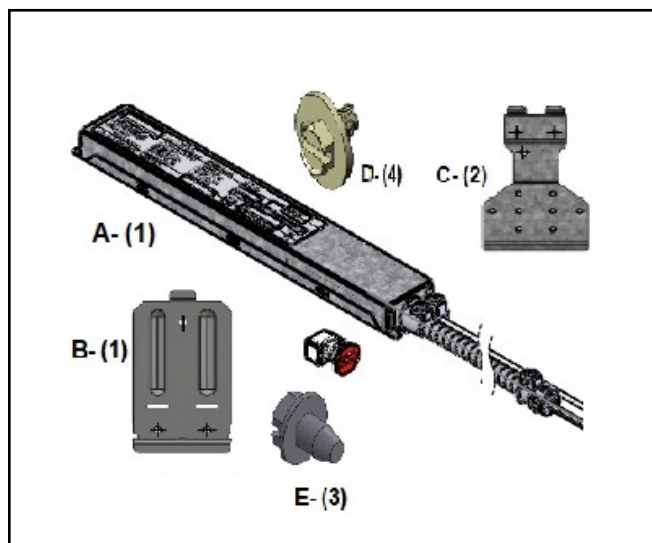

Figura 1 - Lista de componentes de la batería de emergencia
- i. Si el componente del interruptor de prueba F-(1) de la Figura 1 tiene que montarse en algún lugar que no sea la parte trasera del luminario (como se muestra en las Figuras 3 y 4), monte el botón de prueba/luz indicadora/entrada láser en una loseta o en un lugar diferente de manera que la luz indicadora sea visible una vez que se instale el luminario. Se requiere un montaje adecuado para la accesibilidad y funcionalidad de la función de prueba de entrada láser y la prueba de desconexión de la batería de la tecla EZ.